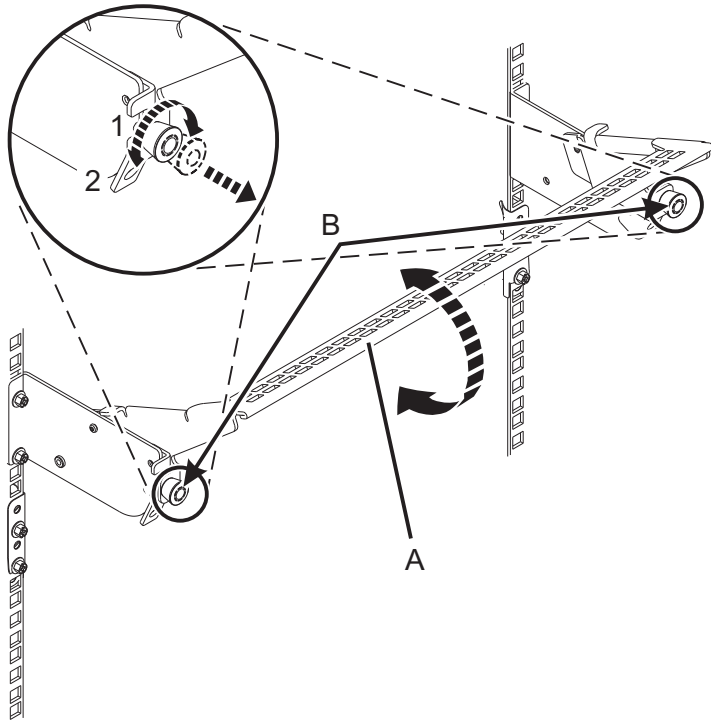

Figure 59. Placement du crochet de routage des câbles en position de fonctionnement
4. Placez le crochet de routage des câbles en position de maintenance. Voir figure 59, à la page 55.